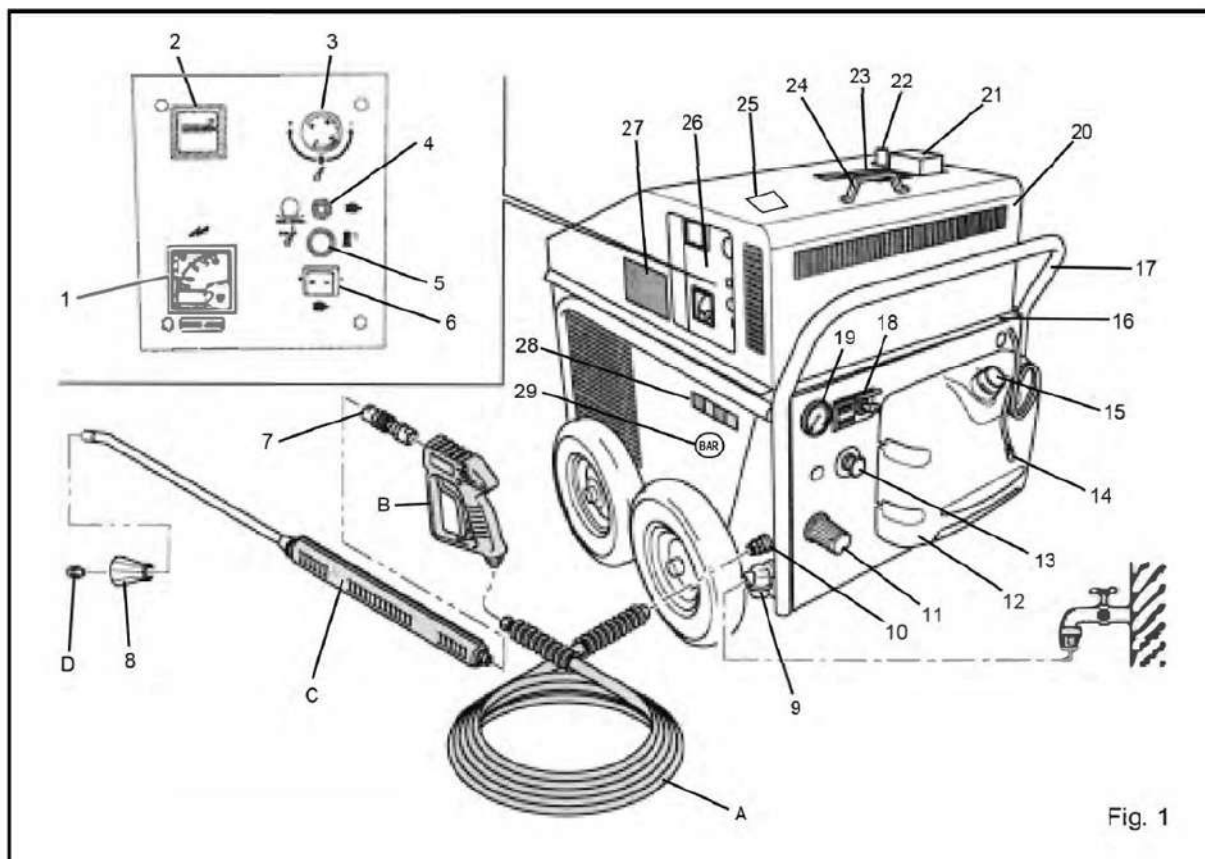

Fig. 1
- A – Conectar la máquina (Fig. 1 pos. 9) a la red idrónica a través de un tubo de goma de buenas dimensiones. La presión de entrada de la misma debe ser superior a BAR 1 y hasta el máximo de BAR 7 (por el consumo horario ver la placa de identificación).
- B – Conectar el tubo de alta presión al especial conector de salida de la máquina (Fig. 1 posición 10). Conectar la otra extremidad del tubo de alta presión a la pistola aerostática - indicador control chorro y a la lanza chorro de agua.
A – Versión gasolina: para llenar el depósito de gasolina abrir el capot que lo cierra (Fig. 1 pos. 20) y llenar el depósito que se encuentra sobre el motor endotérmico; (esta maniobra se debe realizar siempre con el motor apagado haciendo atención que el líquido no desborde y caiga sobre las partes calientes del motor puestas debajo del depósito). Si durante el llenado del depósito el combustible saliera, limpiar cuidadosamente todas las partes antes de poner en marcha el motor.
A.1 – Llenar siempre el depósito externo de la máquina con gasoil (Fig. 1 pos. 15).